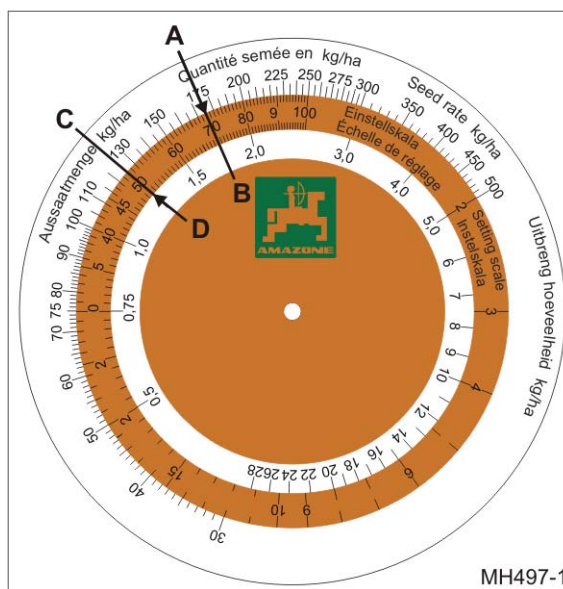

Рис. 131
- о рассчитанная норма внесения 175 кг/га (Рис. 131/A)
- о положение редуктора 70 (Рис. 131/B)
2. Считайте положение редуктора для требуемой нормы внесения 125 кг/га (Рис. 131/C) на счетном диске.
- положение редуктора 50 (Рис. 131/D).